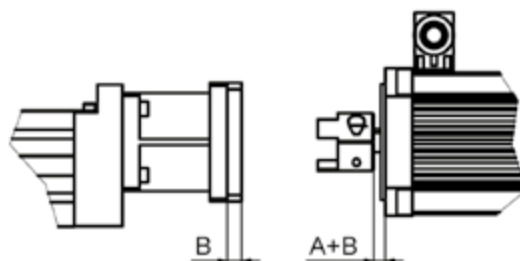

Bild 3.14 ____ Montagemaße
1. Kupplungsnahe ② auf die Motor- bzw. Getriebewelle stecken. Dabei das Maß A (Bild 3.14) aus Tabelle 6.24 in Kapitel 6.2.4.2 und Maß B bei Verwendung eines optionalen Zwischenflansches ⑤ berücksichtigen.
2. Spanschraube ③ mit dem erforderlichem Anzugsmoment entsprechend Kapitel 3.5 Tabelle 3.3 anziehen.
3. Elastomer-Zahnkranz ④ einsetzen. Bei Motoren mit Passfeder wird bei Wellendurchmesser 19 und 24 mm der Elastomer-Zahnkranz durchbohrt und eine kürzere Passfeder zum Austausch mitgeliefert.
4. Motor mit der Kupplungsnahe ② in die Kupplungsnahe der Linearachse einstecken und mit der Kupplungsglocke ① verschrauben.